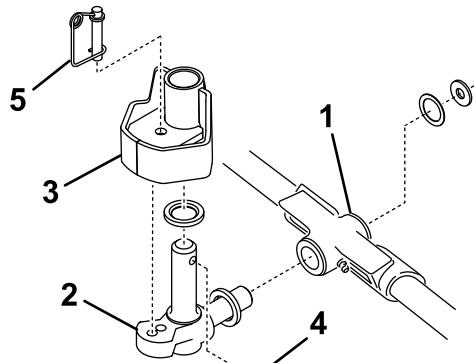

Figure 14
- Insérez une rondelle de butée sur l'axe horizontal du pivot comme montré à la Figure 14.
2. Insérez l'axe horizontal du pivot dans le tube de montage du bâti porteur (Figure 14).
3. Fixez le pivot au bâti porteur avec une rondelle de butée, une rondelle plate et une vis à embase (Figure 14).
4. Insérez une rondelle de butée sur l'axe vertical du pivot (Figure 14).
5. S'il a été déposé, insérez l'axe vertical du pivot dans le moyeu de pivot du bras de levage (Figure 14).
7. Insérez la goupille à anneau dans le trou transversal de l'axe de pivot (Figure 14).
**Remarque:** Si une position de plateau de coupe fixe est requise, insérez la goupille de blocage de direction dans le trou de fixation du pivot (Figure 14).
13. Accrochez le ressort autour du bas de la goupille de blocage de direction (Figure 14).